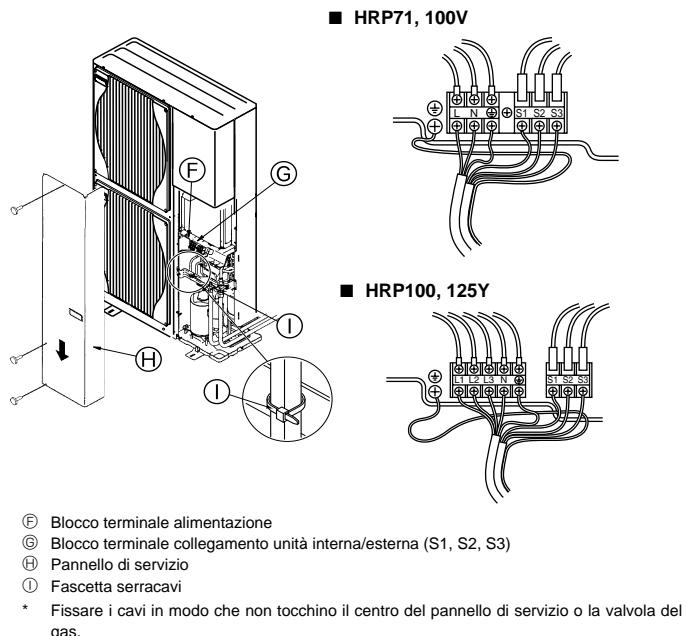

Fig. 6-1
6.1. Unità esterna (Fig. 6-1, Fig. 6-2)